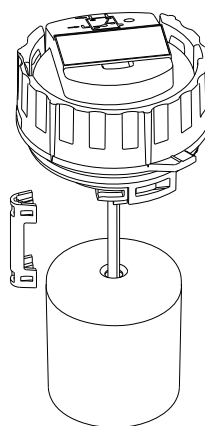

Fig. 1 Svømmerafbryder uden rør
3. Fjern/monter afstandstykket på svømmerafbryderakslen for at ændre startniveauet. Se fig. 1.